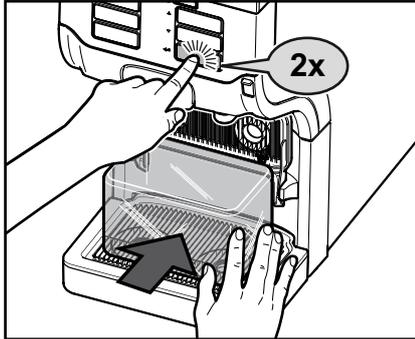

Abb. 32
2. Stellen Sie den Auffangbehälter unter die beiden Produktausläufe, und drücken Sie die Entertaste  (Abb. 32).
3. Drücken Sie die Entertaste , um den Spülvorgang zu starten (Abb. 32).